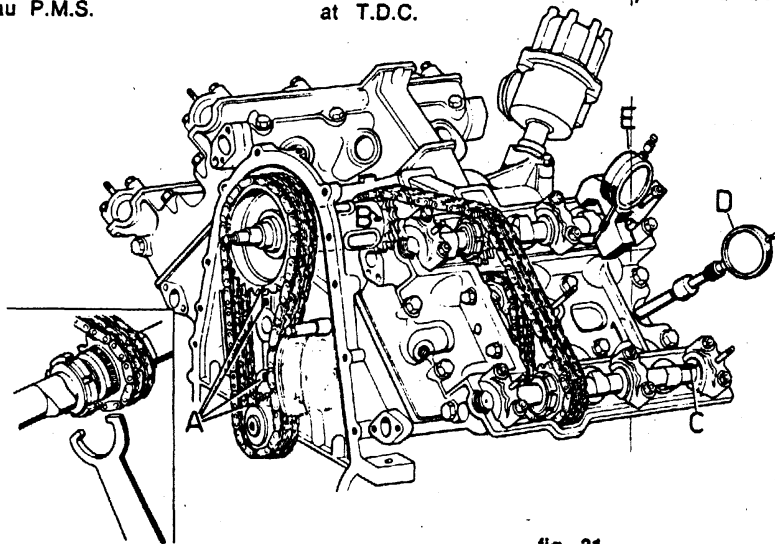

fig. 31
In caso di smontaggio del motore, per ottenere la giusta fasatura, procedere come appresso indicato. Ruotare l'albero a manovella fino a fare coincidere i denti segnati da uno (0) sull'ingranaggio distribuzione e sull'albero a manovella, con i relativi contrassegni (0) sul frontale basamento (fig. 31/A).
En cas de démontage du moteur, pour obtenir une mise en phase correcte, opérer de la façon suivante: faire tourner l'arbre à manivelle jusqu'à ce que les dents marquées par un (0) sur l'engrenage de distribution et sur l'arbre à manivelle coïncident avec les marques (0) correspondantes sur le monobloc (fig. 31/A).
Rotate the crankshaft so as to bring the teeth marked with 0 on the timing gear on the crankshaft into line with the related matching marks 0 on the front of crankcase (A, fig. 31).
In caso di smontaggio di una delle due teste assicurarsi che lo zero (0) segnato sull'albero centrale sia visibile in corrispondenza dell'uscita della catena (fig. 31/B) con il pistone numero uno al P.M.S. nel caso che lo zero (0) non fosse visibile ruotare il motore di 360°.
Trovate queste coincidenze si può procedere al montaggio degli assi a camme facendo attenzione che i segni su di essi combacino con quelli stampigliati sui supporti (fig. 31/C).
Au cas où l'on démonterait une des deux culasses, s'assurer que le zéro (0) marqué sur l'arbre central soit bien visible en correspondance de la sortie de la chaîne (fig. 31/B) avec le piston n. 1 au P.M.S.; au cas où le zéro (0) ne serait pas visible, tourner le moteur de 360°.
Une fois que les coincidences ont été trouvées, on peut passer au montage des axes à cames en faisant bien attention à ce que les marques de ceux-ci coincident avec celles estampillées sur les supports (fig. 31/C).
When removing one of the two heads, make sure that mark 0 on the central shaft can be spot at the exit of chain (B, fig. 31) with piston No. 1 at T.D.C., in case mark 0 cannot be spotted, rotate engine 360°.
When these coincidences are achieved, proceed to the assembly of camshafts making sure that marks stamped on them are aligned with those on the supports (C, fig. 31).
misuratore micrometrico sul foro della sua candela (fig. 31/D) (testa sinistra) e con i lobi degli assi a camme nella posizione indicata in (fig. 31/C) rivolti verso l'esterno. Si fissa un altro misuratore micrometrico in corrispondenza del bicchierino della valvola del cilindro numero uno (fig. 31/E), indi ruotare l'asse a camme fino che la valvola di aspirazione sia aperta di mm 2,2 e la valvola di scarico di mm 1,3. Analoga operazione dovrà essere fatta sulla testa opposta, tenendo presente che i lobi degli alberi a camme dovranno essere rivolti verso l'interno e che gli strumenti di misurazione dovranno essere posti sul cilindro numero sei.
Fare attenzione alla segnatura sugli assi a camme (fig. 31/C).
Pour trouver le P.M.S. du cylindre numéro un, fixer au moyen d'instruments spéciaux, un mesureur micrométrique sur le orifice de sa bougie (fig. 31/D) (culasse gauche), les lobes des axes à cames ayant la position indiquée sur la (fig. 31/C), tournés vers l'extérieur.
Fixer un autre mesureur micrométrique en correspondance de l'emboîtement de la soupape du cylindre numéro un (fig. 31/E) et faire tourner l'axe à cames jusqu'à ce que la soupape d'admission ait une ouverture de 2,2 mm et la soupape d'échappement une ouverture de 1,3 mm. La même opération devra être effectuée sur la culasse opposée, en tenant compte du fait que les lobes des arbres à cames devront être tournés vers l'intérieur et que les instruments de mesure devront être placés sur le cylindre n. 6.
Faire attention aux marques sur les axes à cames (fig. 31/C).
By means of the proper tools fix a micrometric gauge in the spark plug hole (fig. 31/D), left hand head, and with camshafts in the position indicated in (fig. 31/C). Fix an other micrometric gauge in correspondance of the valve cap of cylinder No. 1 (fig. 31/E), then turn camshaft till intake valve is mms. 2.2 open and exhaust valve mms. 1.3. Same operation should be carried out on the opposite head, keeping in mind that position of camshafts should be in opposite position in respect of (fig. 31/C) and that gauges should be fixed on cylinder No. 6. Pay attention to the marks on camshafts (fig. 31/C).